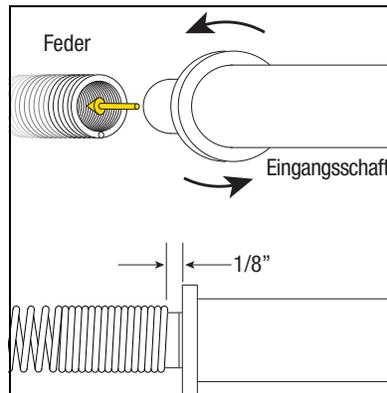

Abbildung 15. Eindrehen des Eingangsschafts entgegen dem Uhrzeigersinn in die Encoder-Feder
13. Richten Sie den Eingangsschaft – mit der Encoder-Feder in der linken Hand und dem Eingangsschaft in der rechten Hand – wie in Abbildung 15 dargestellt aus und drehen Sie dann den Eingangsschaft entgegen dem Uhrzeigersinn, während Sie ihn in die Feder hineindreihen, bis der Flansch des Eingangsschafts ca. 3 mm (1/8") vom Ende der Feder entfernt ist.